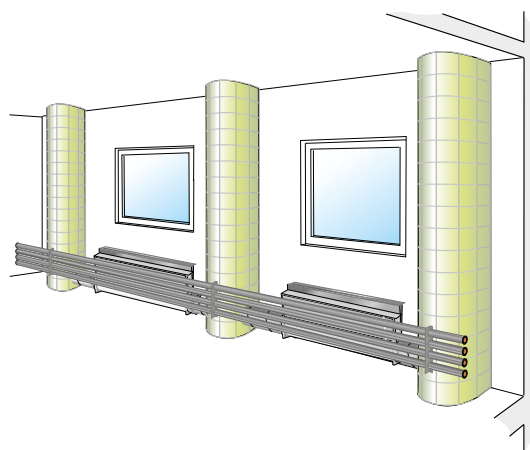

Abbildung 6. Primo mit auf der Front platzierten Verteilerrohren.
- Primo mit auf der Front platzierten Verteilerrohren. (Abbildung 6).